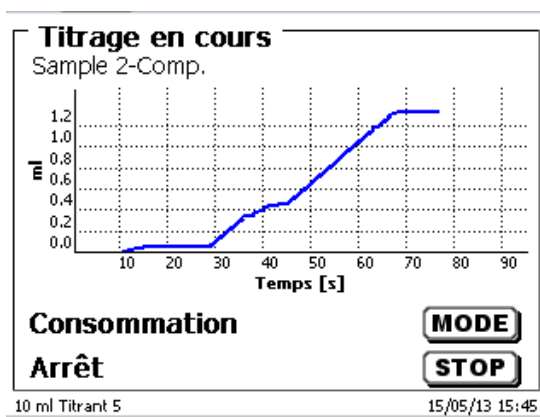

Fig. 71
- ou la courbe de titrage en ml/temps [s] (Fig. 71).